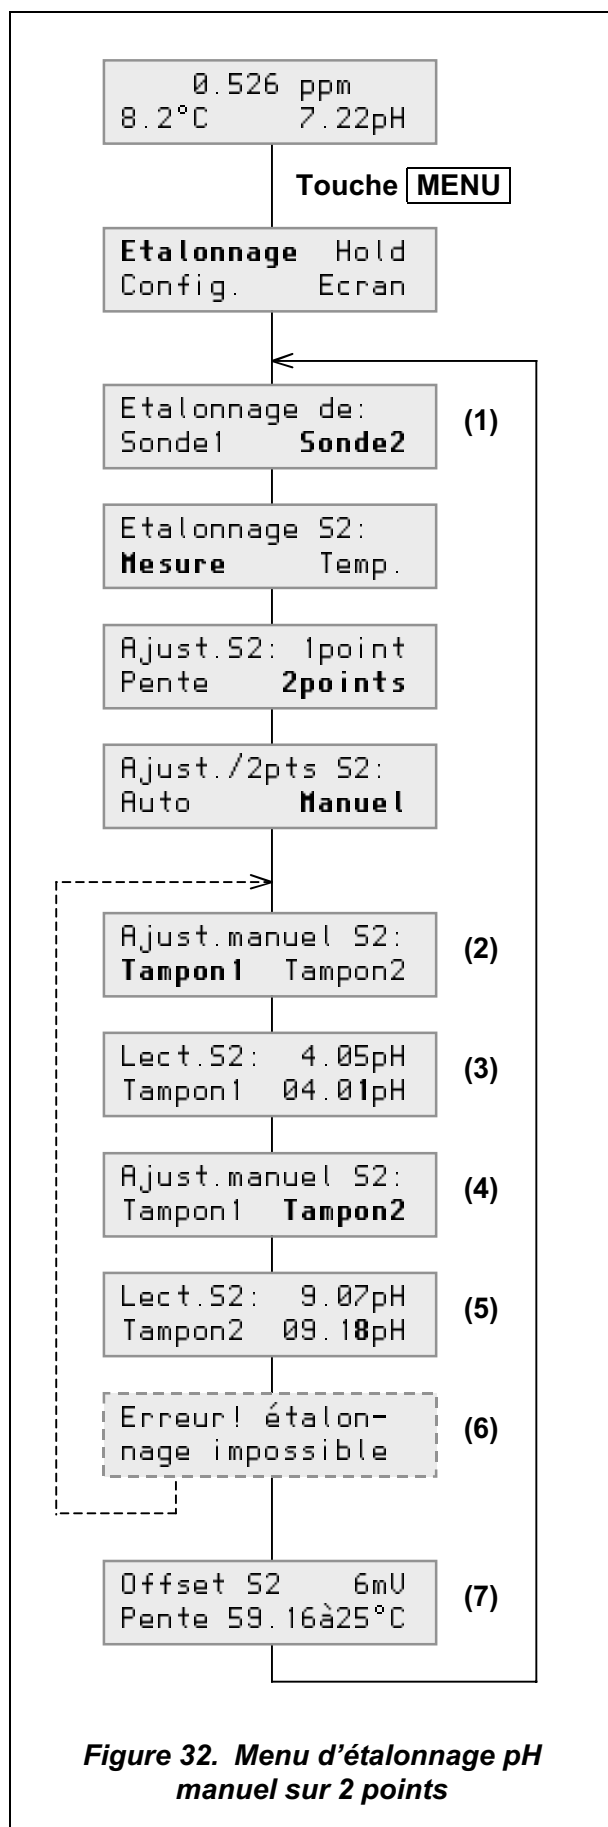

Figure 32. Menu d'étalonnage pH manuel sur 2 points
- Ouvrez le menu d'étalonnage comme indiqué en figure 32 et choisissez la sonde n° 2 (pH) ;